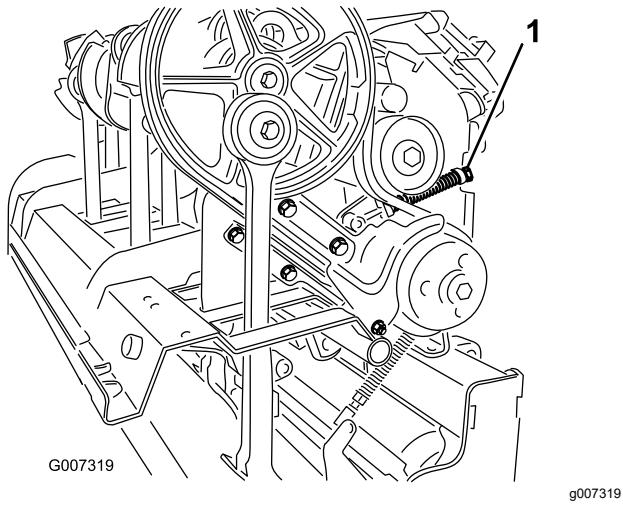

Figure 38
- Pour détendre le ressort de la poulie de tension, desserrez le contre-écrou de fixation de la retenue (Figure 38) et tournez la retenue.